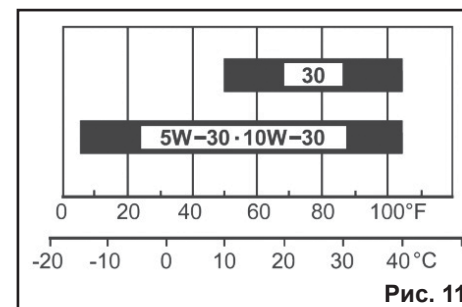

Рис. 11
8.1.4. Если уровень масла оказывается вблизи или ниже минимальной отметки на щупе (33), долейте рекомендуемое масло (п. 8.1., Рис. 11) до уровня верхней